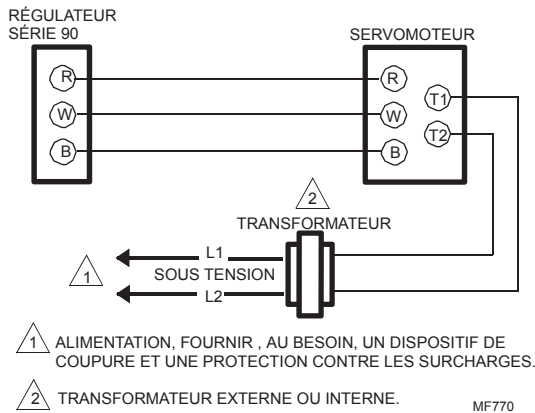
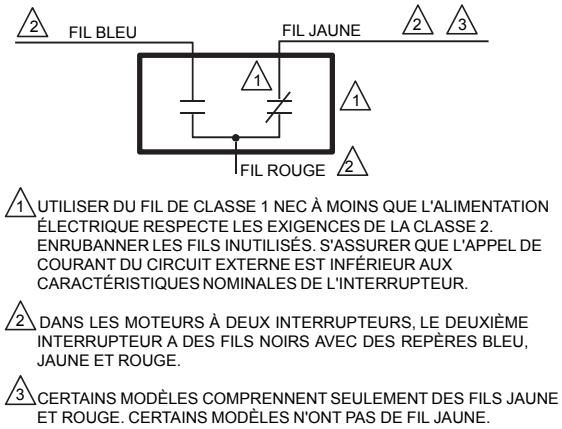

Fig. 5. Raccordement type d'un servomoteur de série 90
Fig. 7. Schéma de l'interrupteur auxiliaire.
5. Voir à la Fig. 5 le schéma de raccordement type et à la Fig. 7, le raccordement des interrupteurs auxiliaires internes.
Les servomoteurs qui comportent des interrupteurs auxiliaires ajoutés en usine sont expédiés en position fermée (complètement dans le sens antihoraire, vu du côté commande). La position par défaut de la came auxiliaire actionne les interrupteurs à 30° de la position d'ouverture complète avec un différentiel de 1°. Lorsque le servomoteur est en position de fermeture (complètement dans le sens antihoraire), le contact R-B de l'interrupteur auxiliaire s'ouvre. Voir la Fig. 7 (ou les directives d'installation de l'interrupteur auxiliaire) pour savoir comment raccorder l'interrupteur auxiliaire.